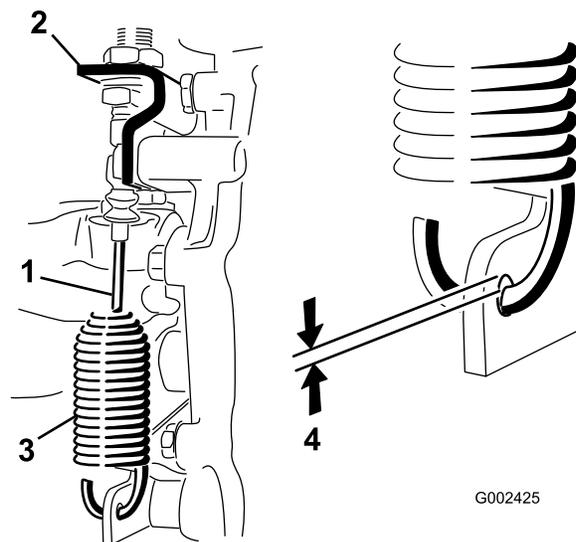

Рисунок 53
2. Ослабьте гайки, которые крепят тросик блокировки дифференциала к кронштейну на трансмиссии (Рисунок 53).